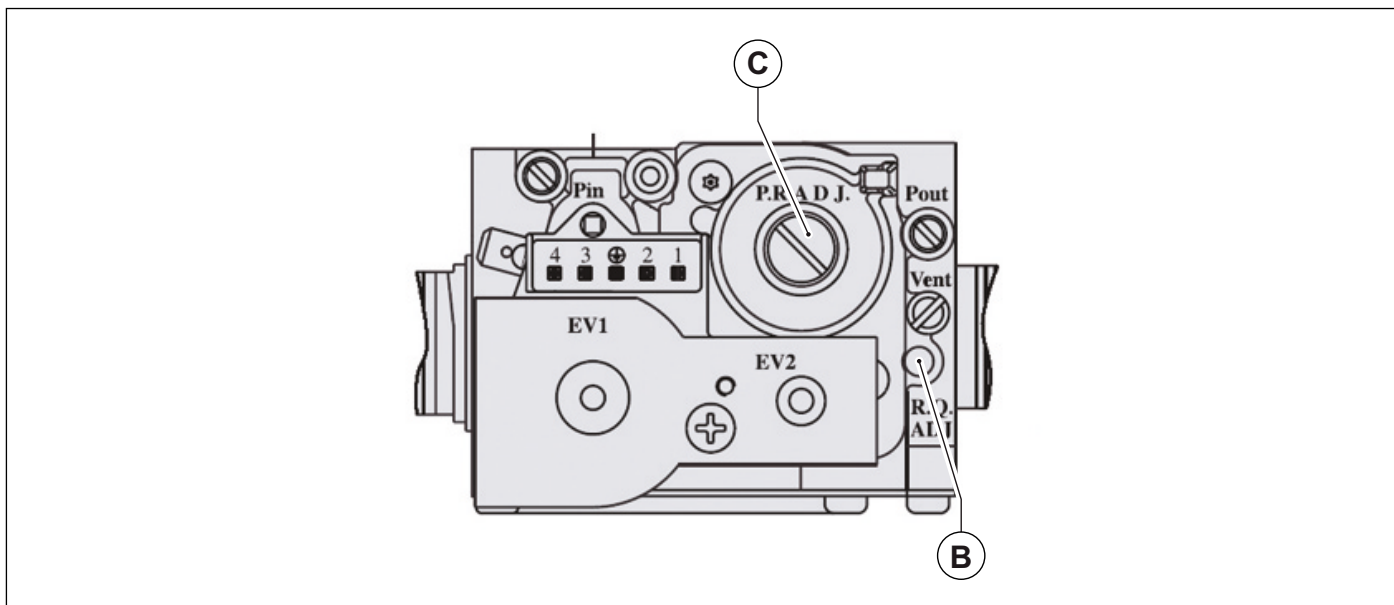

Abb. 30 Einstellen des Gas-Kombiventils
- Den CO2 Wert mit einem Abgasanalysegerät messen und anpassen, an der kleinen Einstellschraube **B** an dem Gas-Kombiventil einstellen (siehe Abb. 30 Einstellen des Gas-Kombiventils) die Abgaswerte überprüfen/anpassen, siehe Tab. 20 CO2-Werte. Das Gerät im Schornsteinfegerbetrieb belassen und zum nächsten Schritt „Einstellen der min. Brennerleistung“, übergehen.
- Den CO2-Wert mit einem Abgasanalysegerät messen und anpassen, die Einregulierung der Gasmenge min. findet an der großen Schraube **C** des Gas-Kombireglers statt, Grenzwerte (siehe Abb. 30 Einstellen des Gas-Kombiventils) die Abgaswerte überprüfen/anpassen, siehe Tab. 20 CO2-Werte.